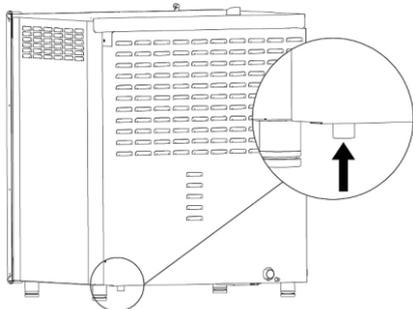

Рис. 4
- Прикрепить прилагаемый шланг подачи воды к соединительному элементу (3/4") прибора. Разъем расположен на задней панели справа под прибором (рис. 4).